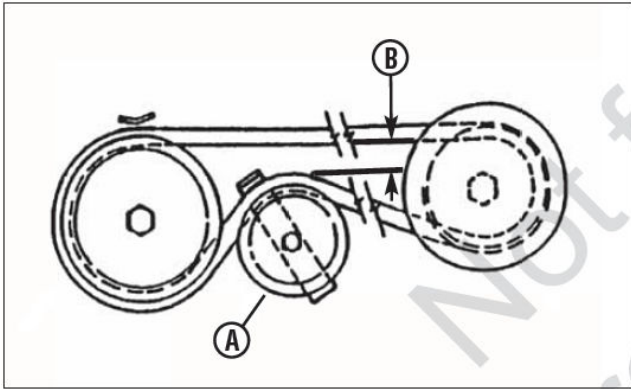

Рис. 36. Измерение зазора ремня
3. Установите режущую деку в 3-е положение высоты стрижки (средний паз). Измерьте зазор ремня (В, рис. 36) между холостым шкивом (А) и ремнем. Расстояние должно быть не менее 2,5 см (оптимальное расстояние – 3,2 см).